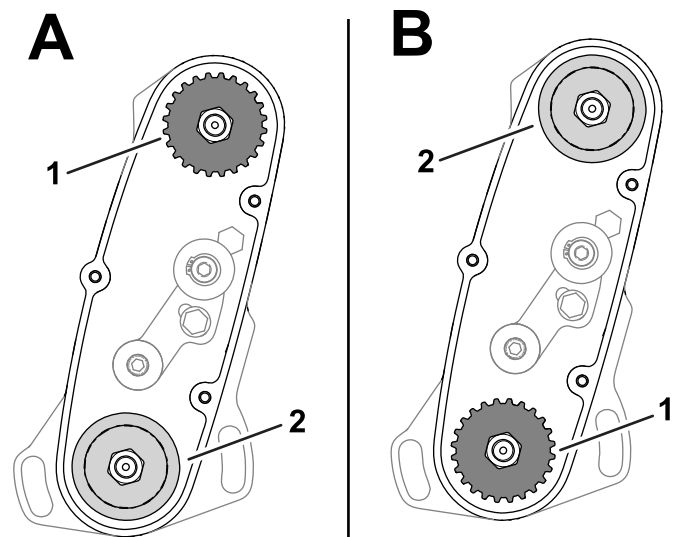

図 14
– 高位置 “A” 図 14 参照
– 低位置 “B” 図 14 参照